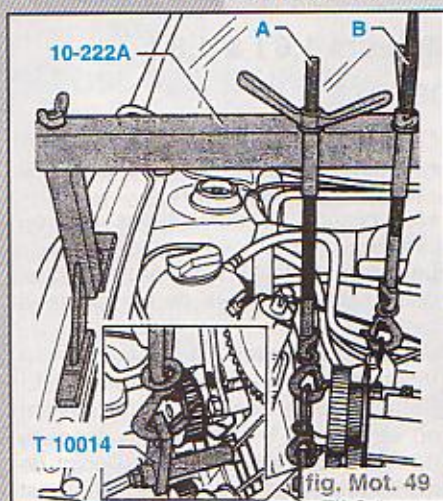

fig. Mot. 49
- Le moteur doit être soulevé légèrement à l'aide de la tige filetée (B) (fig. Mot. 49).